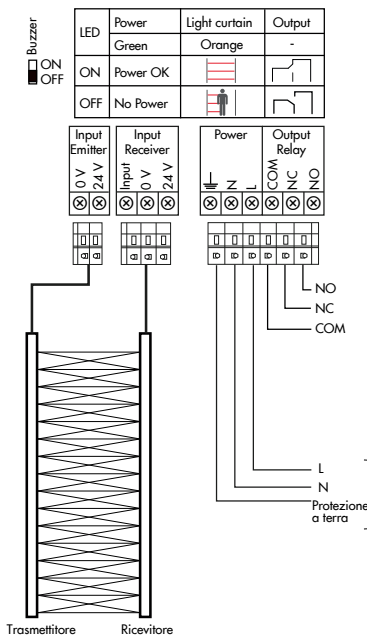

Figura 9: Cablaggio dell'UPS con una barriera ottica
- Seguire lo schema dei cablaggi (figura 9) per collegare l'azionamento della porta all'uscita del relè. L'intera unità lavorerà solo secondo il principio del circuito chiuso se il relè viene collegato come illustrano nella figura 9.